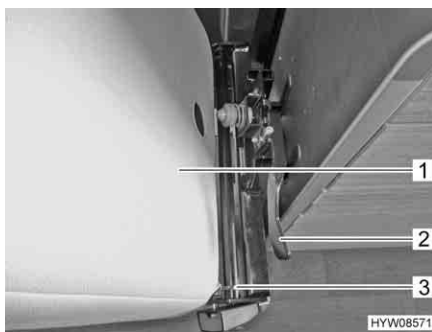

Fig. 8 Sbloccaggio dello schienale
- Premere la leva (Fig. 8,2) in avanti.
- Inclinare lo schienale (Fig. 8,1) in avanti.
- Sfilare lo schienale dai bloccaggi (Fig. 8,3) tirandolo verso l'alto.